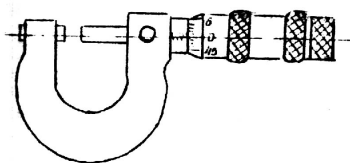

Рисунок 7
- микрометр гладкий для наружных измерений (рис.7);